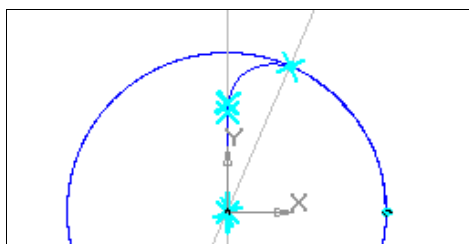

Рис. 23.31. Эскиз отвода витка
- ◆ начертите из центра пружины эскиз как продолжение последнего витка (рис. 23.31). Закройте эскиз. В Дереве модели появится элемент **Эскиз 3**;